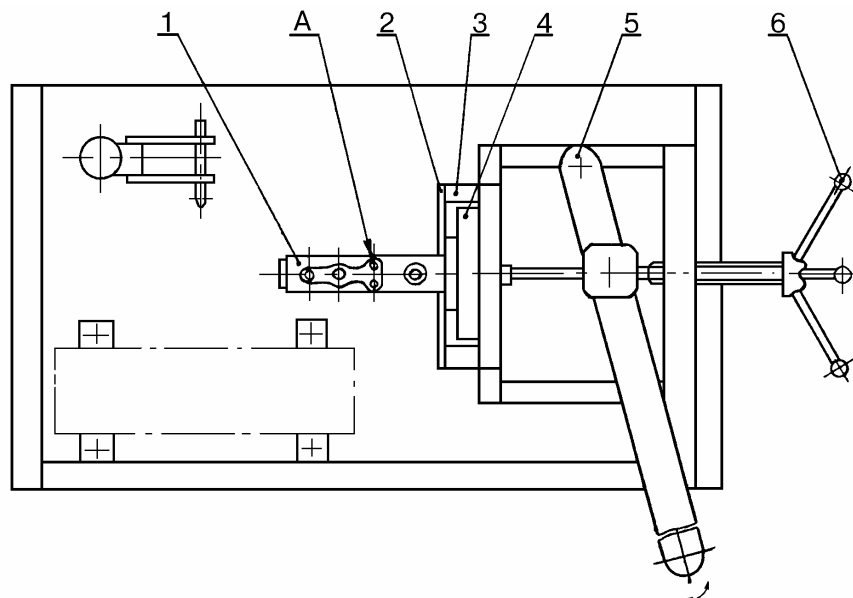
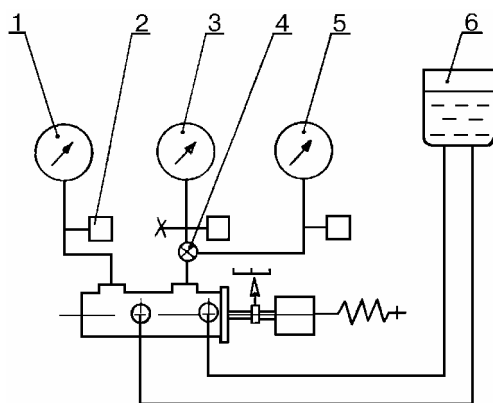

Рис.51.
Рис. 52.
18.1.1 Установить главный цилиндр 1, рис. 51, между поддерживающей 2 и зажимной 3 плитами в фиксирующее кольцо 4.
18.1.2 Заглушить отверстие А полости передних тормозов, соединить главный тормозной цилиндр с гидросистемой стенда, согласно рис. 52, и заполнить систему тормозной жидкостью (тормозная жидкость согласно Приложению 1 "Норм расхода основных и вспомогательных материалов").
18.1.3 Прокачать гидравлическую систему, для чего открыть на 1-2 оборота клапаны прокачки 2, рис. 52, возвратно-поступательным движением рычага 5, рис. 51, удалить воздух из системы, закрыть клапаны 2, рис. 52, и отвести рычаг 5, рис. 51, в исходное положение.
18.1.4.1 Вращением штурвальной рукоятки 6, рис. 51, создать давление $12,5 \pm 0,05$ МПа ($125 \pm 0,5$ кгс/см²) по манометрам 1 и 3, рис. 52. Падение давления и подтекание жидкости не допускается в течение 2 мин.
18.1.4.2 Снизить давление до 0 штурвальной ручкой 6, рис. 51.
18.1.4.3 Открыть кран 4, рис. 52, и повторить операцию пункта 18.1.4.1 при давлении (0,08...0,1) МПа [(0,8...1,0) кгс/см²] по манометру 5.